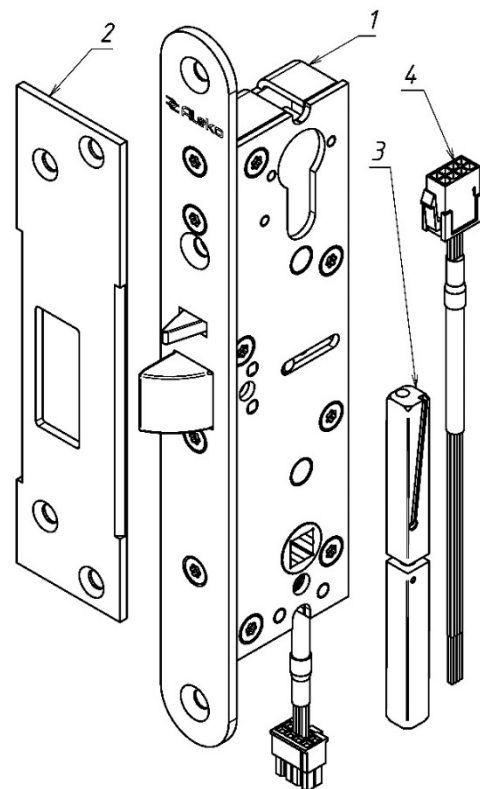

Рисунок 1
2.1 В комплект поставки замка ALM-488EM входят (рисунок 1):
- Корпус (1)1 шт.
- Запорная планка 307 (2).....1 шт.
- Квадрат ручки 8x8 мм (3)1 шт.
- Кабель соединительный EM-08 0,15м (4) ..1 шт.